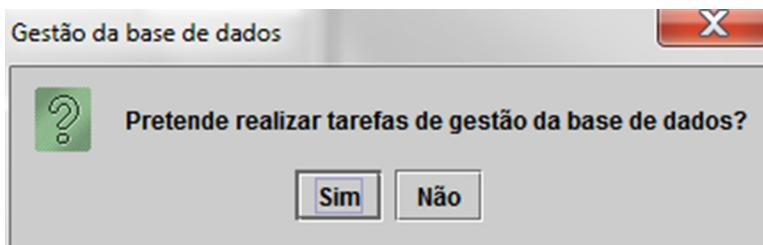
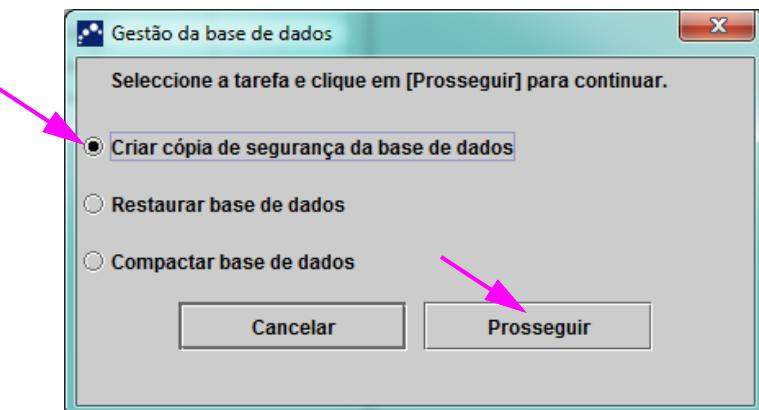

Figura 5-72. Caixa de diálogo Gestão da base de dados
Figura 5-73. Janela Gestão da base de dados
O administrador do Sistema GeneXpert Dx especifica se tem permissões para realizar tarefas de gestão de dados. Consulte a Secção 2.13, Definir utilizadores e permissões. Consulte o administrador do Sistema GeneXpert Dx para ajustar as permissões de acordo com os seus requisitos. Se os **Lembretes de gestão da base de dados** estiverem activados, durante o arranque é perguntado ao utilizador se quer realizar a gestão da base de dados. Esta indicação é apresentada apenas se o utilizador tiver privilégios para realizar essas tarefas. Se o utilizador não tiver quaisquer destes privilégios ou se os **Lembretes de gestão da base de dados** estiverem desactivados, essa mensagem não será apresentada. Consulte a figura 5-72.
8. Se não pretende efetuar as tarefas de gestão da base de dados, clique em Não na caixa de diálogo Gestão da base de dados (ver figura 5-72) e passe para a Secção 5.2.3.2, Lembrete de arquivo em atraso.
Se pretender realizar tarefas de gestão da base de dados, clique em Sim na caixa de diálogo Gestão da base de dados (consulte a figura 5-72). É apresentada a janela Gestão da base de dados. Consulte a figura 5-73.
1. Seleccione **Criar cópia de segurança da base de dados** na janela Gestão da base de dados (consulte a figura 5-73).